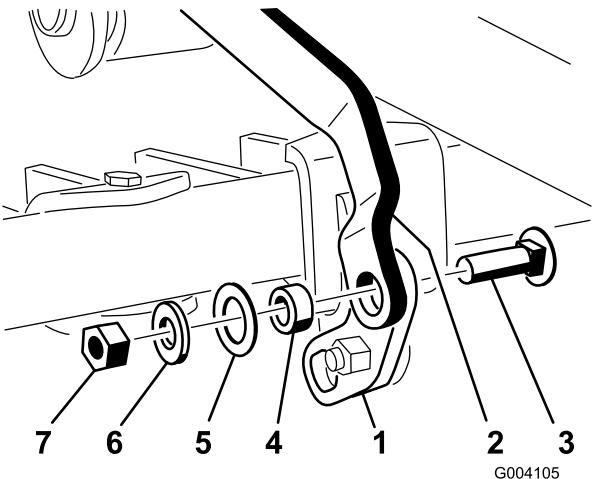

Bild 16
5. Drehen Sie das Hubpedalgelenk nach oben und befestigen Sie das rechteckige Loch an der Schwenklasche mit einer Schlossschraube ( $\frac{3}{8}$ " x 1- $\frac{1}{4}$ "), einem Distanzstück, einer Scheibe (1"), einer Scheibe (13/16") und einer Sicherungsmutter ( $\frac{3}{8}$ ") am Ende des Werkzeugleistenlenkers, wie in Bild 16 dargestellt.